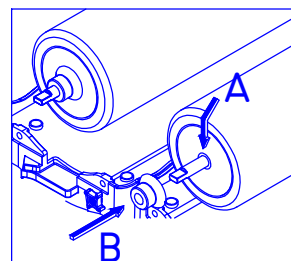

Fig. 19
Lubrique la superficie del cilindro en la parte adyacente a la salida del árbol de transmisión, indicada con la flecha (A). (Fig. 19) Monte la junta de estanqueidad espiral-cubo, lubricando su parte interna y su parte exterior. (Véase flecha B. Fig. 19)